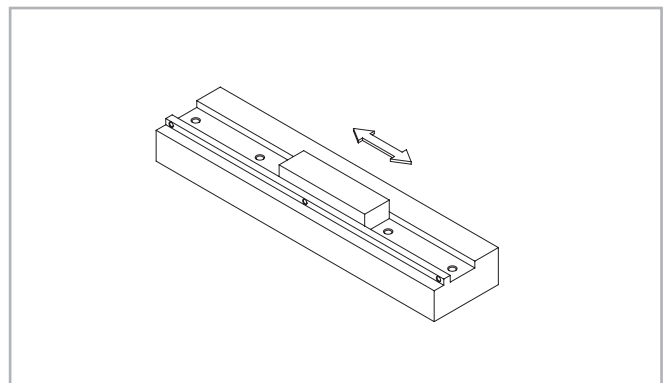

Fig. 51
(1) Lisser la surface de montage à l'aide d'une pierre à huile et éliminer les bavures, irrégularités et impuretés (voir fig. 51).